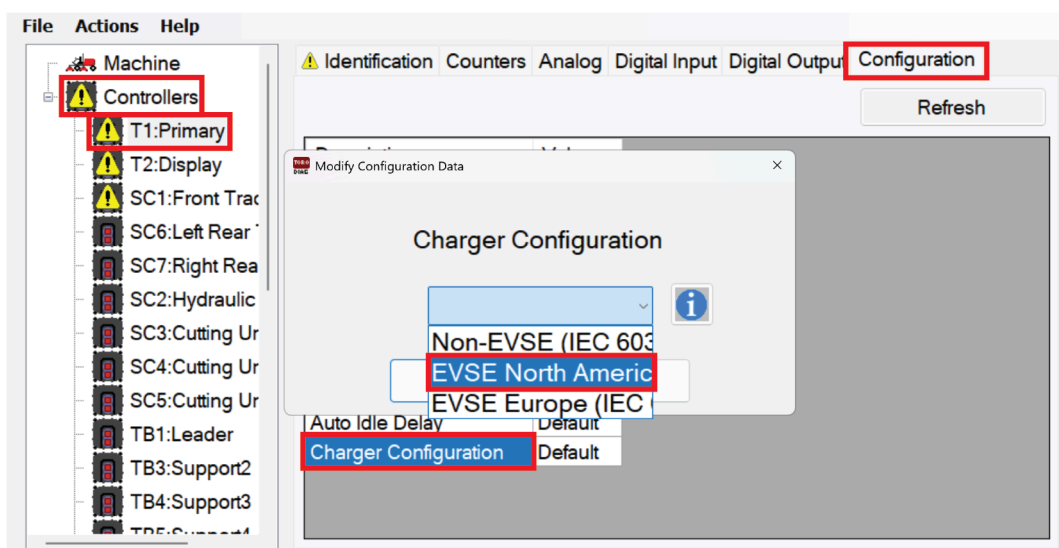

Figura 5
5. Viene visualizzata la finestra **Charger Configuration (Configurazione caricabatterie)**. Selezionate l'opzione **EVSE North America (J1772) (EVSE Nord America (J1772))** (Figura 5).